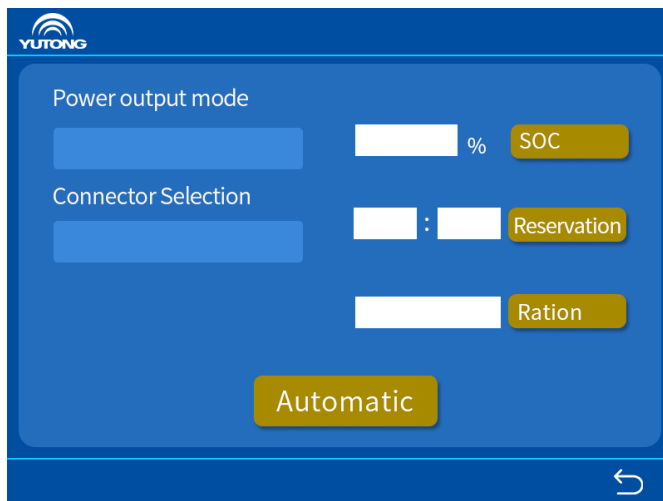

Figure 8 Interface de sélection du mode de charge
3) Le processus de charge entre dans l'interface de sélection du mode de charge, et vous pouvez sélectionner les modes de charge «SOC», «Réservation», «Quota» et «Automatique» en fonction de vos besoins, comme illustré à la Figure 8.